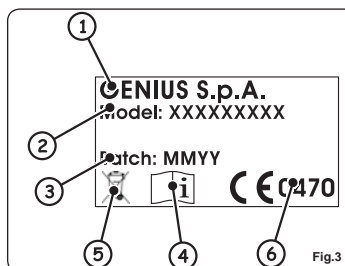

Fig.3
8. DESCRIPCIÓN DE LA ETIQUETA (FIG. 3)
8. BESCHREIBUNG DES ETIKETTS (ABB. 3)
8. BESCHRIJVING ETIKET (FIG.3)